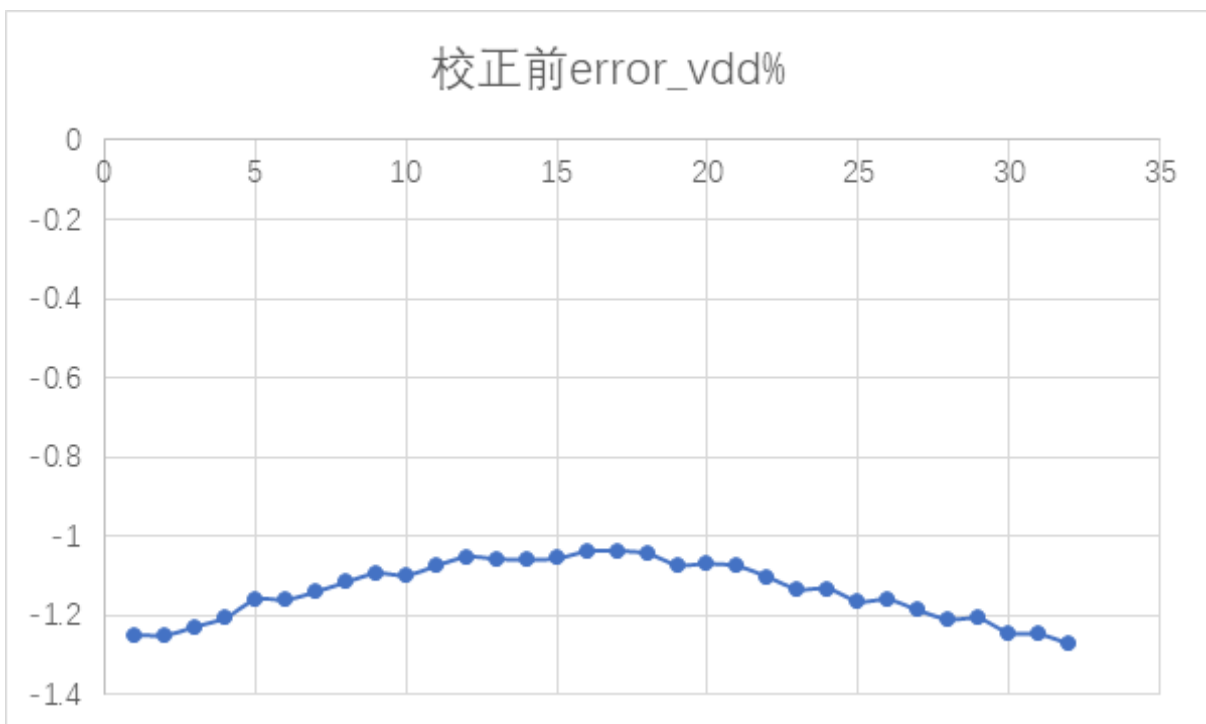

图 5.4.2 2 点编程后测试的 17 个位置的实际输出的误差值
- 通过我司提供的 Excel 计算文件计算 17 点的每个位置的理论补偿值 (ideal_vdd%)，该值可借助 Excel / MATLAB / C 上位机软件等各种工具计算，我司目前仅提供 Excel 计算公式文档。其中误差值可由公式： $\text{error_vdd\%} = \text{real_vdd\%} - \text{ideal_vdd\%}$ 计算得出。下图 5.4.2 是当前数据计算的 17 点编程前的误差值。